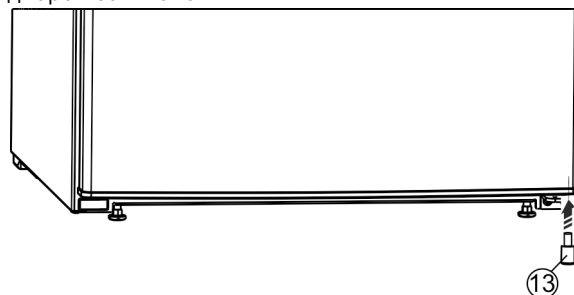

Fig. 24 *
- ▶ Знову вставте розпірку Fig. 24 (13) у дверцята внизу справа, оскільки вона потрібна для забезпечення стійкості пристрою.*